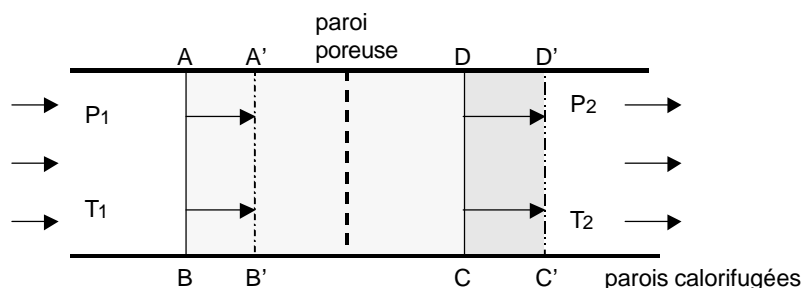

Fig.3.6.
Le premier principe tel qu'il a été posé en équation (2) n'est valable que pour un système fermé. Il faut donc choisir ici un système fermé. Prenons une partie du fluide $ABCD$ à l'instant t et suivons le : à $t + dt$ il se trouve en $A'B'C'D'$ (voir figure 3.6).